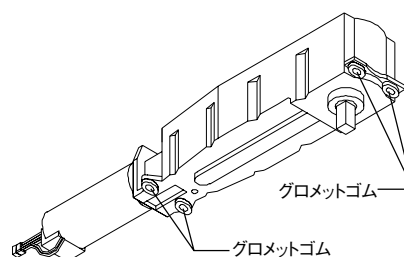

図5-2
- 5.3 オペレーターユニットの4つの取り付け穴にグロメットゴム（ゴムリング）がそれぞれついているか確認して下さい。（図5-2）